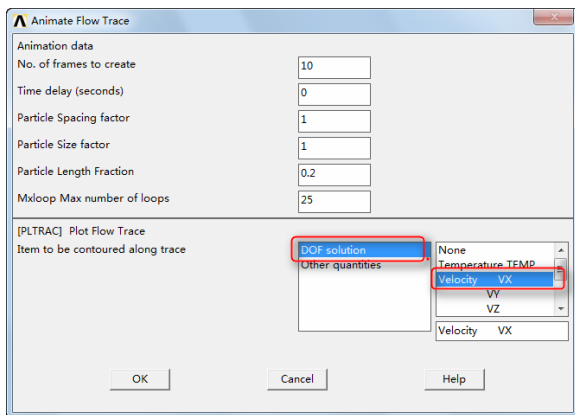

图 5-139 “Animate Flow Trace”对话框
⑤依次选择 Utility Menu→PlotCtrls→Animate→Particle Flow，会弹出“Animate Flow Trace”对话框，如图 5-139 所示。在对话框中选择“DOF solution→Velocity VX”，单击“OK”按钮，会得到流体质点的运动轨迹动画。
⑥绘制出口处的流速分布：依次选择 Main Menu→General PostProc→Path Operation→Define Path→By Nodal，会弹出“拾取”对话框。依次拾取出口处的下端节点和上端